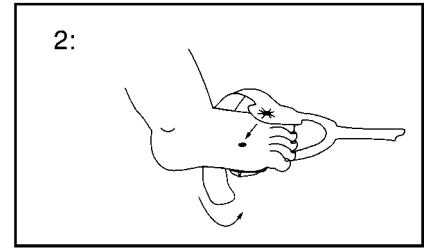

Abb. 28 Orientierung von Sensor und Empfänger
- 2 Richten Sie das Senderfenster auf der Oberseite des Fußes direkt gegenüber dem Empfänger aus. Wickeln Sie das Pflaster um den Fuß, um Sender und Empfänger zu fixieren (Abb. 28). Überprüfen Sie die Positionen und korrigieren Sie, falls notwendig.